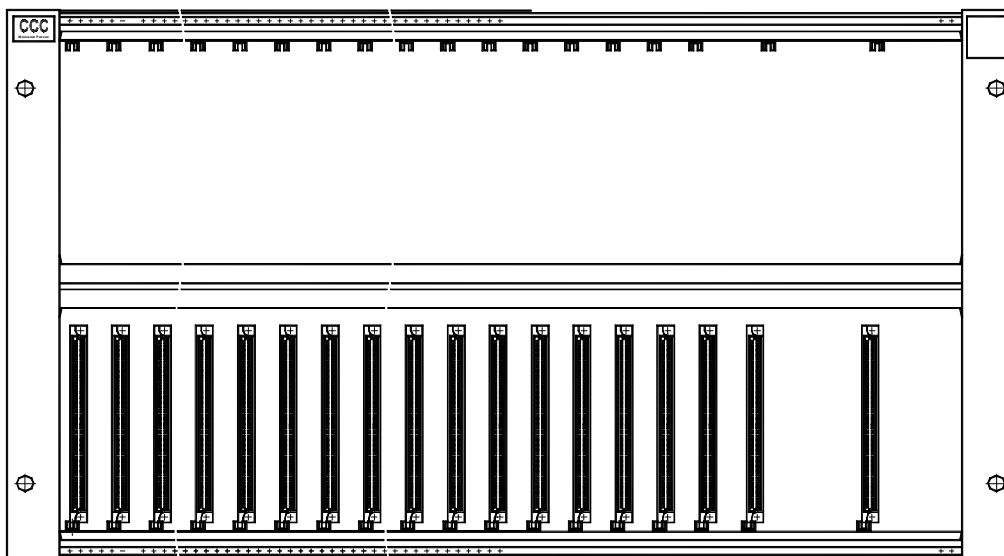

Рисунок 1 Внешний вид кассеты
4.1 Конструктивно блок представляет собой кассету, в которую устанавливаются платы. Сверху блока, у лицевой стороны, показаны обозначения установочных мест. Внешний вид блока показан на рис. 1, позиции на рисунке соответствуют номерам пунктов в табл. 5. На переднюю сторону блока выходят лицевые планки плат блока, на которых расположены переключатели режимов, индикаторы (см. техническое описание и инструкцию по эксплуатации соответствующих плат). На задней стороне блока расположена клемма заземления.